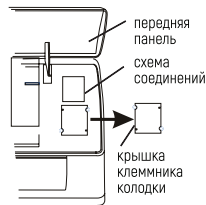

Рис. 20
2. Снимите крышку, как показано на рис. 20 (отвинтив винт или сломав крючки).